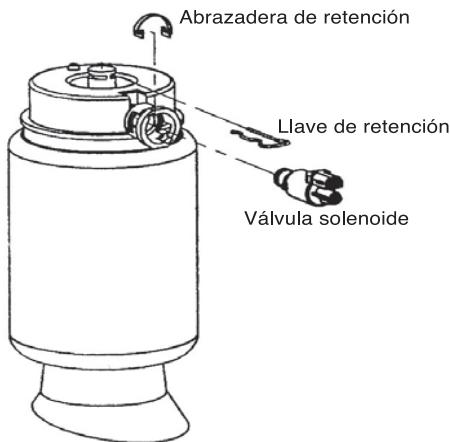

FIG 1
11. (FIG. 1) Desconecte el conector eléctrico ubicado arriba del resorte. Presione sobre la pequeña arandela exterior de color mientras jala del tubo para extraer el tubo de aire. Para sacar el aire de los resortes de aire, quite la abrazadera de sujeción de la válvula solenoide y haga girar las válvulas solenoide hacia la izquierda hasta el primer punto. De esa forma se liberará lentamente el aire presente en el resorte y en el sistema de suspensión. (Si fuere necesario, consulte el Manual del propietario de Ford.)
12. (FIG.1) Gire la válvula solenoide hasta el segundo punto y el aire comenzará a liberarse con rapidez. El sistema no debe tener nada de aire para poder quitar la válvula solenoide. Gire la válvula solenoide hasta el tercer punto, luego quitela del compartimiento de los resortes de aire. En caso de que desee volver a instalar el sistema de suspensión de aire, guarde el tubo y el conector en una bolsa de plástico sellada con cinta aislante para evitar que se humedezcan.